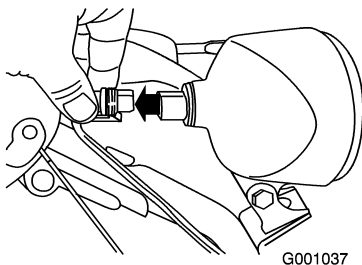

Figure 50
1. Débranchez le connecteur à l'arrière du phare (Figure 50).